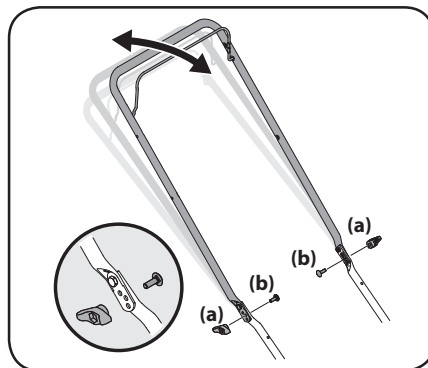

Figure 2-13
1. Retirez les écrous papillon (a) et les boulons de carrosserie (b) du guidon. Voir Figure 2-13.
2. Ajustez le guidon dans l'une des trois positions. Voir l'encadré de la Figure 2-13.